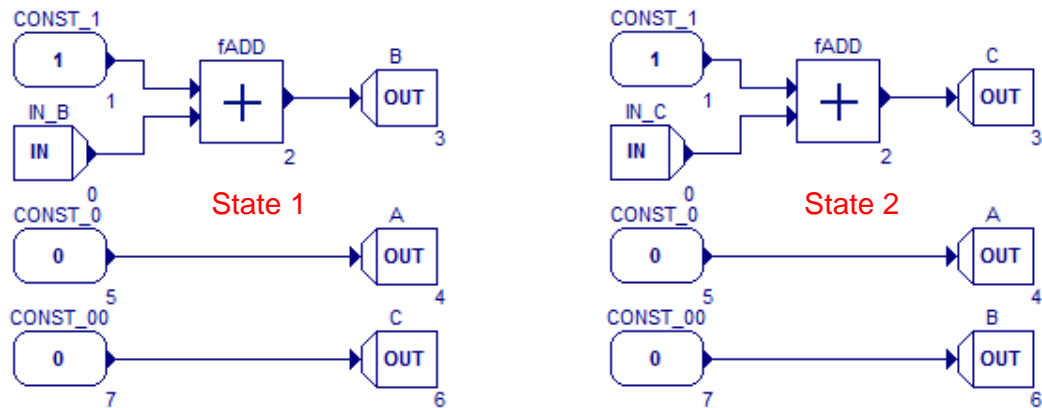

Рис. 97. Схемы для двух других состояний
- 6.5. Для блоков на рис.97 произведите следующие настройки:
- 6.7. В другие состояния, необходимо скопировать полученную схему и поменять местами переменную, в которую будет производиться инкрементирование. Изменить переменную на счётчик. Схемы для двух других состояний представлены на рис. 97: